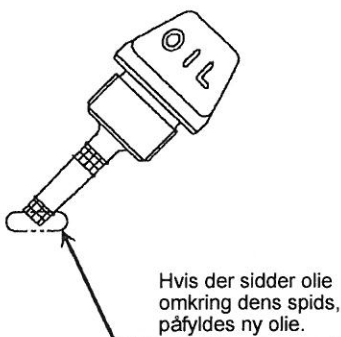
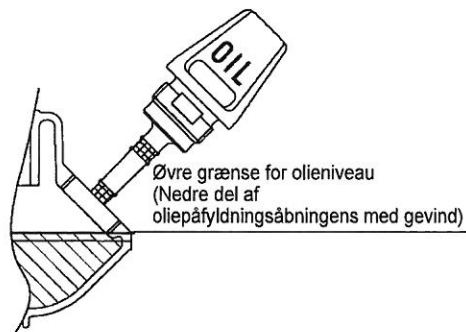

Fig. 1
Fig. 2
- Med motoren holdt vandret, fjern oliemålerpinden og kontroller at olien er fyldt op til mellem de øvre og nedre grænsemærker. Når der mangler olie på maskinen, sådan at oliemålerpinden kun rører ved olien med spidsen, især med oliemålerpinden indsat i krumtaphuset uden iskruning (Fig. 1), påfyldes ny olie til op i nærheden af åbningen (Fig. 2).
- (1) Hold motoren vandret og fjern oliemålerpinden.
- (2) Fyld olie op til kanten af oliepåfyldningsåbningen. (Se Fig. 2).